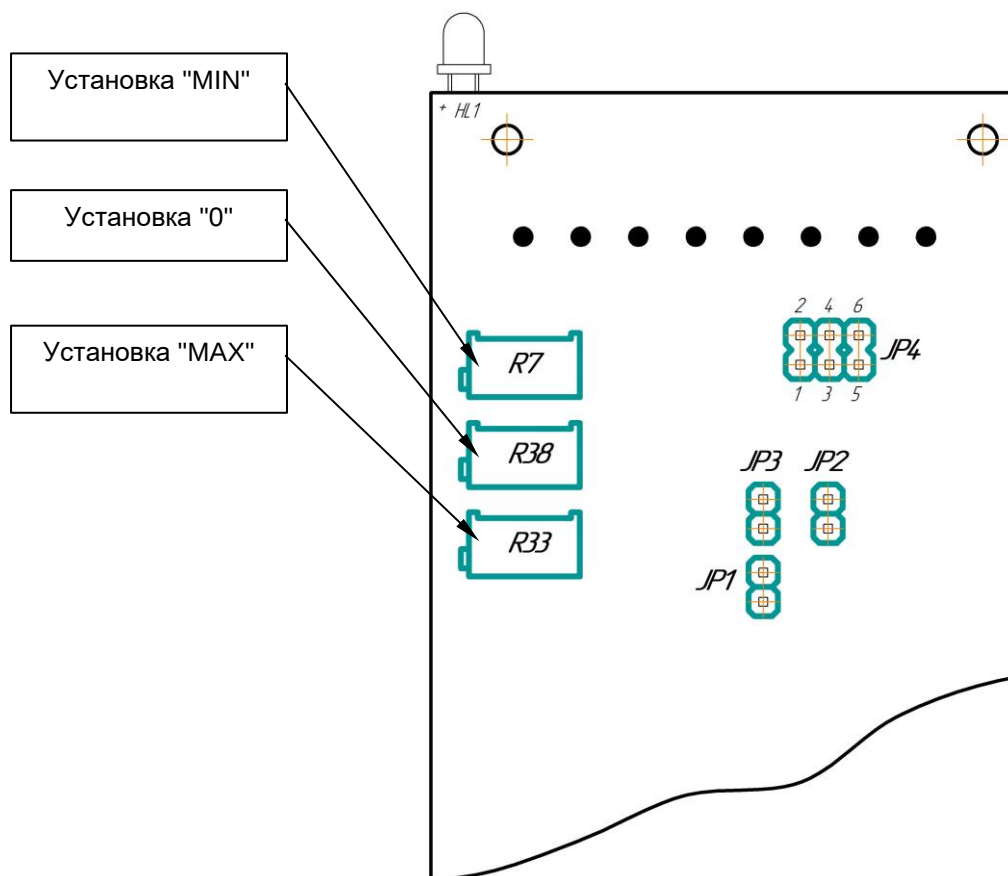

Рисунок 5.1 – Схема розташування органів регулювання та елементів перебудови ППМ-2
5.2.2.1 Встановіть за допомогою перемички JP2 (див. табл. 5.1 та рис. 5.1) необхідну конфігурацію профільного кулачка МЕО.
5.2.2.2 Перемичками JP3 та JP4 (рис. 5.1) згідно з таблицею 5.2 встановіть необхідний тип вихідного сигналу.